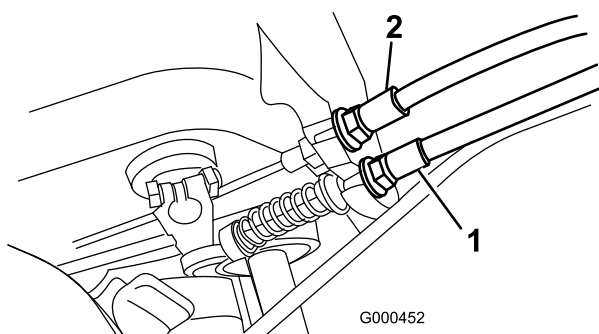

Figura 29
2. Para aumentar a tensão do cabo, desaperte a porca de bloqueio do cabo dianteiro e aperte a porca de bloqueio do cabo traseiro (Figura 29) até que seja obtida uma força de 5–6,3 kg, de maneira a que se possa engatar o travão. A força será medida no botão de controlo. Não ajuste demasiado ou poderá prender o travão de mão.